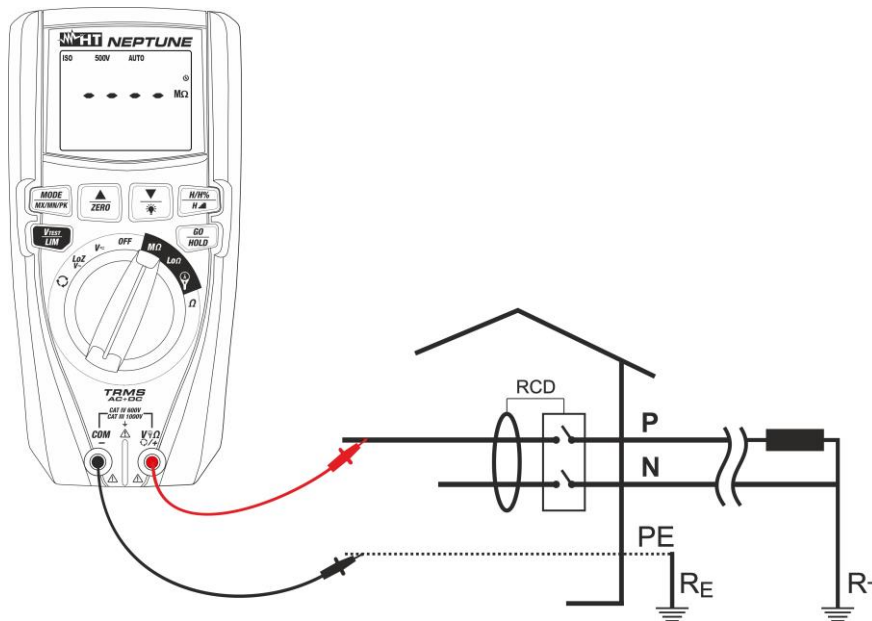

Fig. 15: Uso del instrumento para medida de resistencia de aislamiento en modo AUTO
7. Inserte el conductor rojo en el terminal de entrada **V Ω +/+** y el conductor negro en el terminal de entrada **COM/-** y eventuales terminales de cocodrilo y conecte el instrumento a la instalación en examen (vea la Fig. 15)